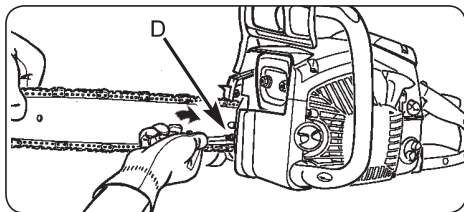

Fig. 4B
1. Tenez l'extrémité du guide-chaîne tournée vers le haut et tournez le boulon de réglage (D) dans le sens des aiguilles d'une montre pour tendre la chaîne. Si vous tournez le boulon (D) dans le sens inverse des aiguilles d'une montre vous détendez la chaîne. Assurez-vous que la chaîne soit bien logée dans la rainure de la périphérie du guide-chaîne (Fig. 4B).